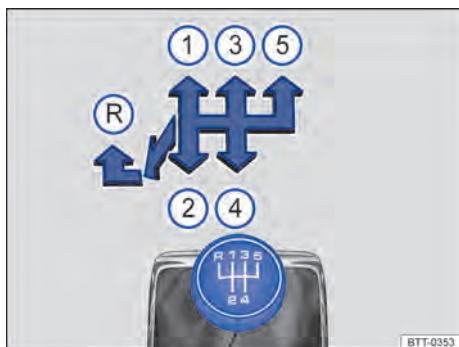
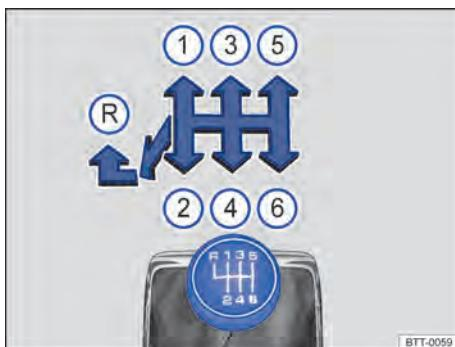

Fig. 122 Esquema de troca de marchas da transmissão manual de 5 velocidades.
Fig. 123 Esquema de troca de marchas da transmissão manual de 6 velocidades.
As posições de cada marcha estão representadas na alavanca da transmissão ⇒ Fig. 122 ou ⇒ Fig. 123.
- Empurrar a alavanca da transmissão totalmente para a esquerda e depois para frente até a posição de marcha a ré ⇒ Fig. 122 (R) ou ⇒ Fig. 123 (R).